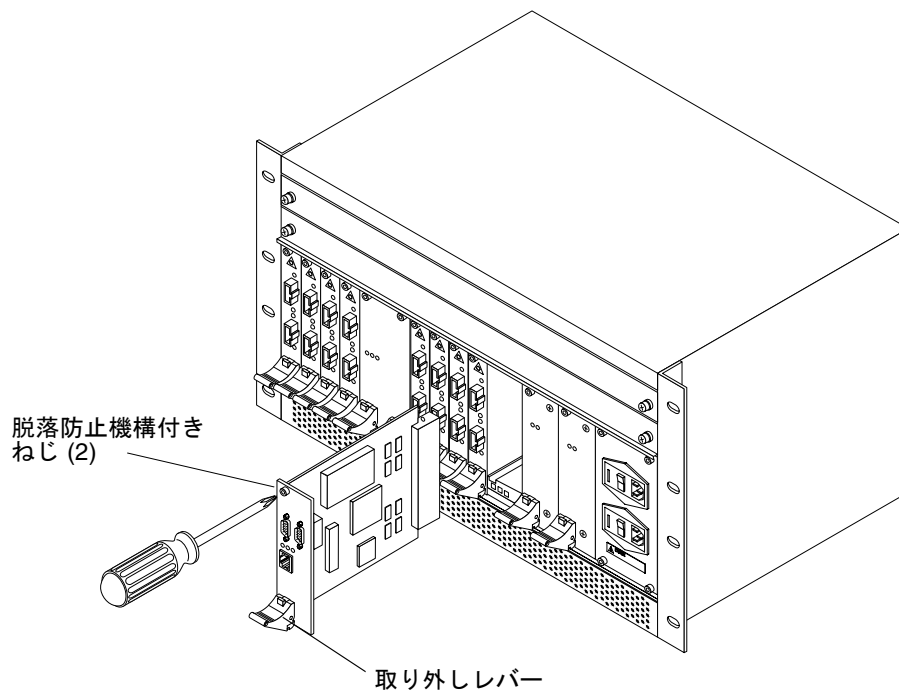

図 4-2 スイッチシステムコントローラの交換
5. モジュールの上部および下部にある、脱落防止機構付きねじを緩めます (図 4-2)。
2. 交換用モジュールの取り外しレバーの赤いボタンを押し下げて、ロックを解除します (図 4-2)。